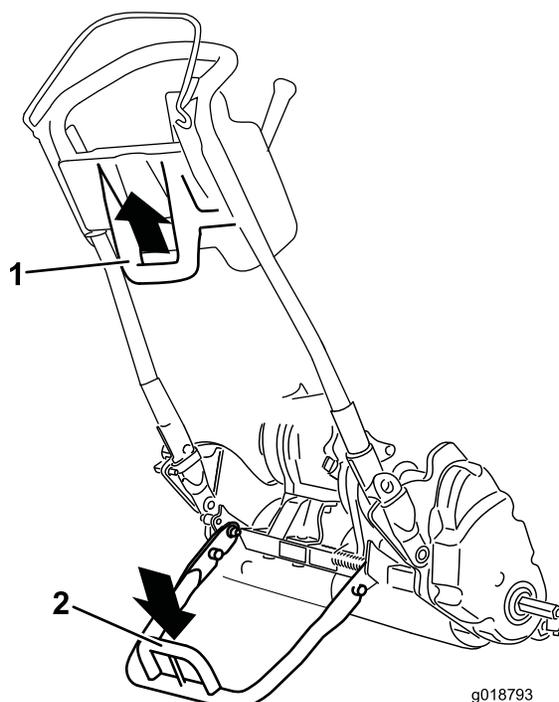

Figura 26
- Para utilizar o apoio para instalar as rodas de transporte, baixe-o para o solo e pise no aro do apoio enquanto puxa para cima e para trás na pega central inferior da máquina (Figura 26).